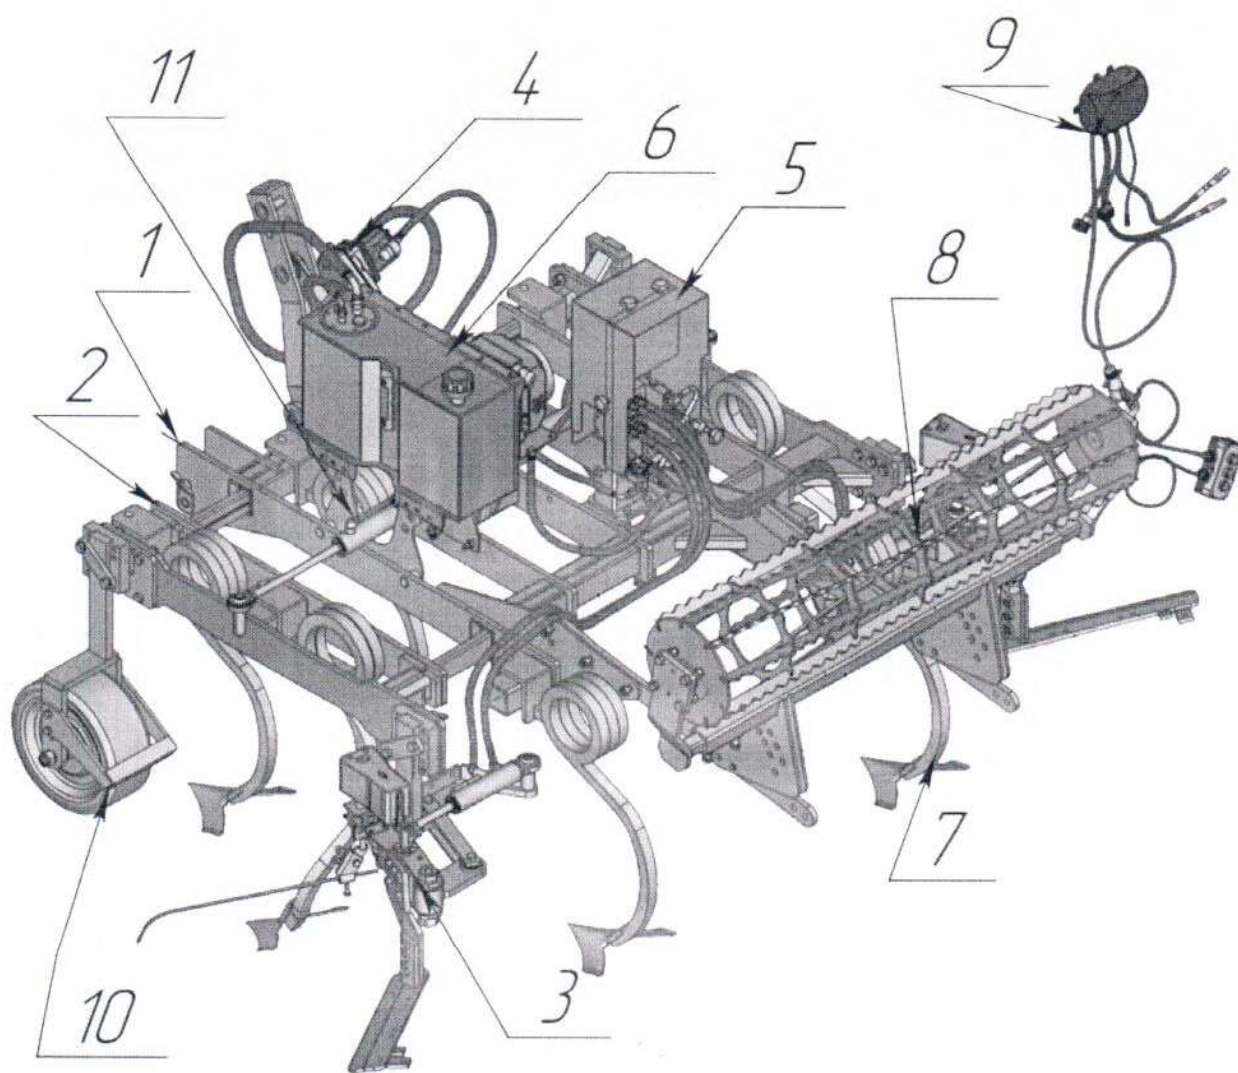

Рис.1
Культиватор (см. рис.1) состоит из рамы, с возможностью изменения габарита по ширине (привод гидравлический поз.11), подключается к гидравлической системе трактора). На раме закреплены гидравлические привода лезвий (поз.3), для меж кустовой обработки, лезвия могут работать в автоматическом и ручном режимах. Гидравлический привод подключен к автономной гидростанции культиватора (поз.4,5,6). Работой лезвий управляет блок управления (поз.9) получая сигнал от индукционного датчика, расположенного под крышкой гидропривода.
- 1.Гидробак (рис.1поз.6) – 25 литров ( масло трансмиссионное – гидравлическое UTTO 10W30 API GL – 4).
НАВЕСИТЬ КУЛЬТИВАТОР на трехточечную навеску трактора и одеть мультипликатор с насосом (Рис.1 поз.4) на вал отбора мощности, положение сапуна мультипликатора - верхнее. Номинальные обороты вала отбора мощности трактора 480 – 540 об/мин.
**ОЧИЩАТЬ** от грязи и смазывать направляющие подвижных боковых рам (рис.1 поз 2).